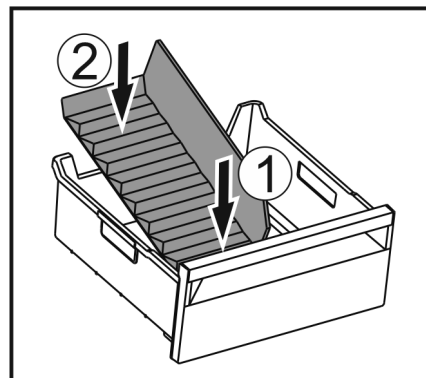

Fig. 121
► Inserire la parte anteriore del divisore dello scomparto del ghiaccio. Fig. 121 (1)
- Abbassare la parte posteriore del divisore dello scomparto del ghiaccio fino al fondo del cassetto. Fig. 121 (2)